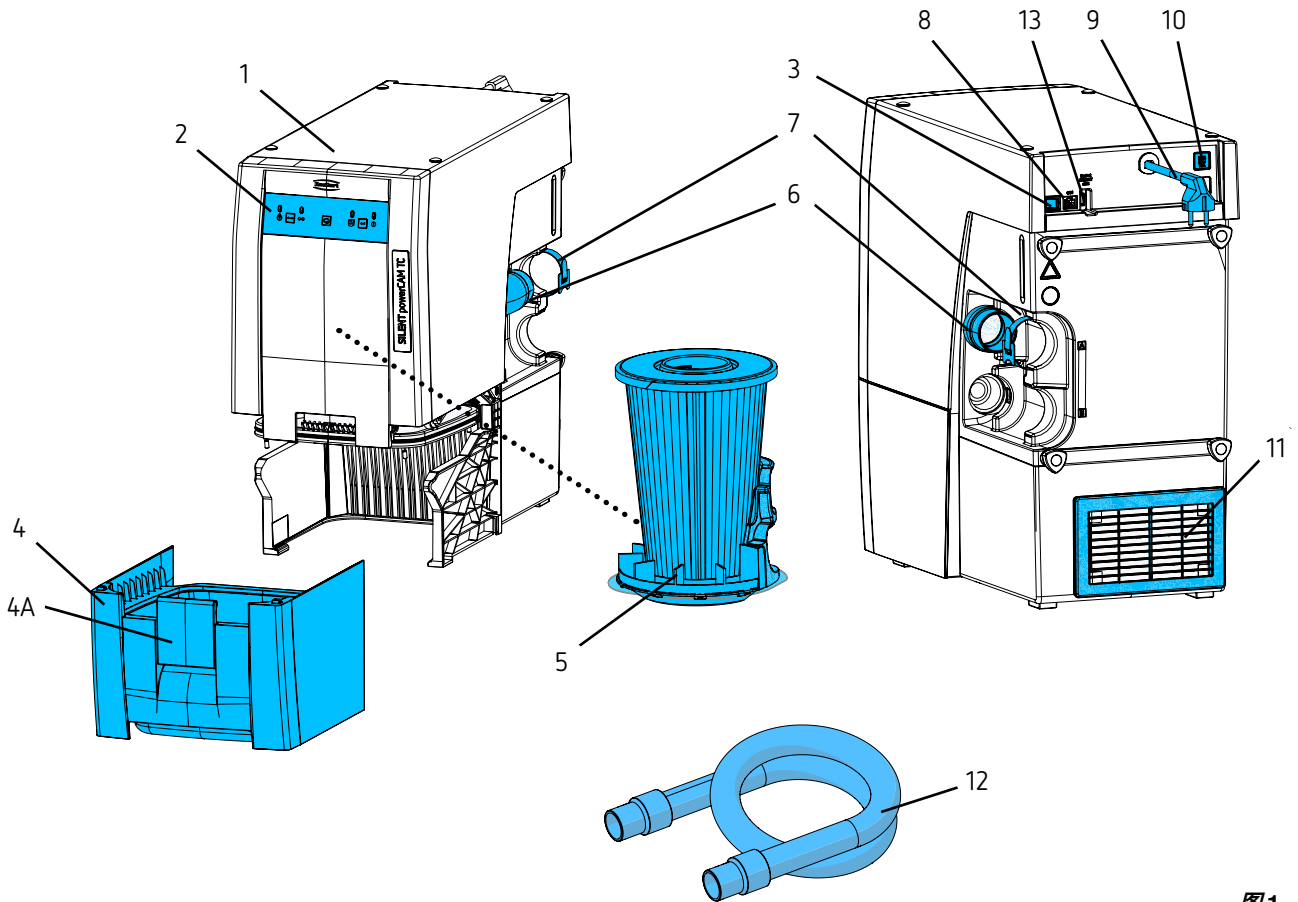

图1
- 排气出口（图 1 的 11）未被堵塞；
- 外置排气管 (A) (参见第 4.6 章)。
- 机柜 (B) 后面板的开口，最小 250 x 120 毫米，要正对排气出口（图 1 的 11）。
- 拆下机柜的背面板 (C)，从机柜背面到墙壁距离至少要有 50 毫米。
- ⇒ 通过开 / 关（图 1 的 3）关掉机器，
- ⇒ 展开电源线（图 1 的 9），将电源插头插入电源插座。